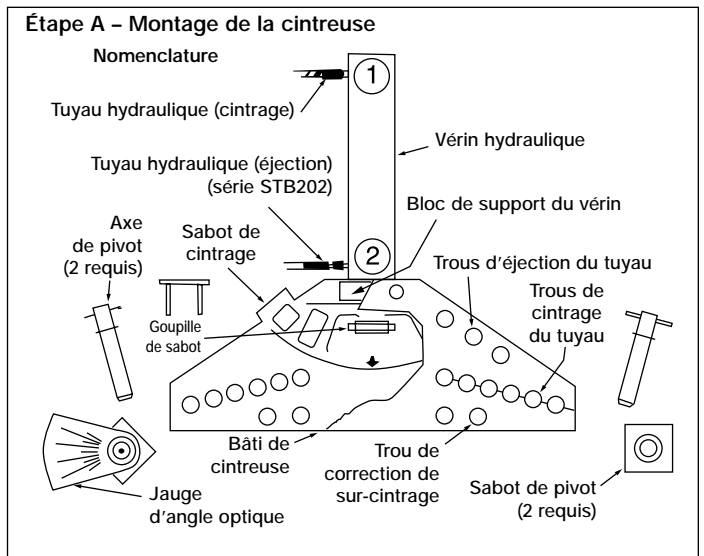

Figure 1, Montage de la cintreuse
4.0 MONTAGE DE LA CINTREUSE (VOIR FIGURE 1)